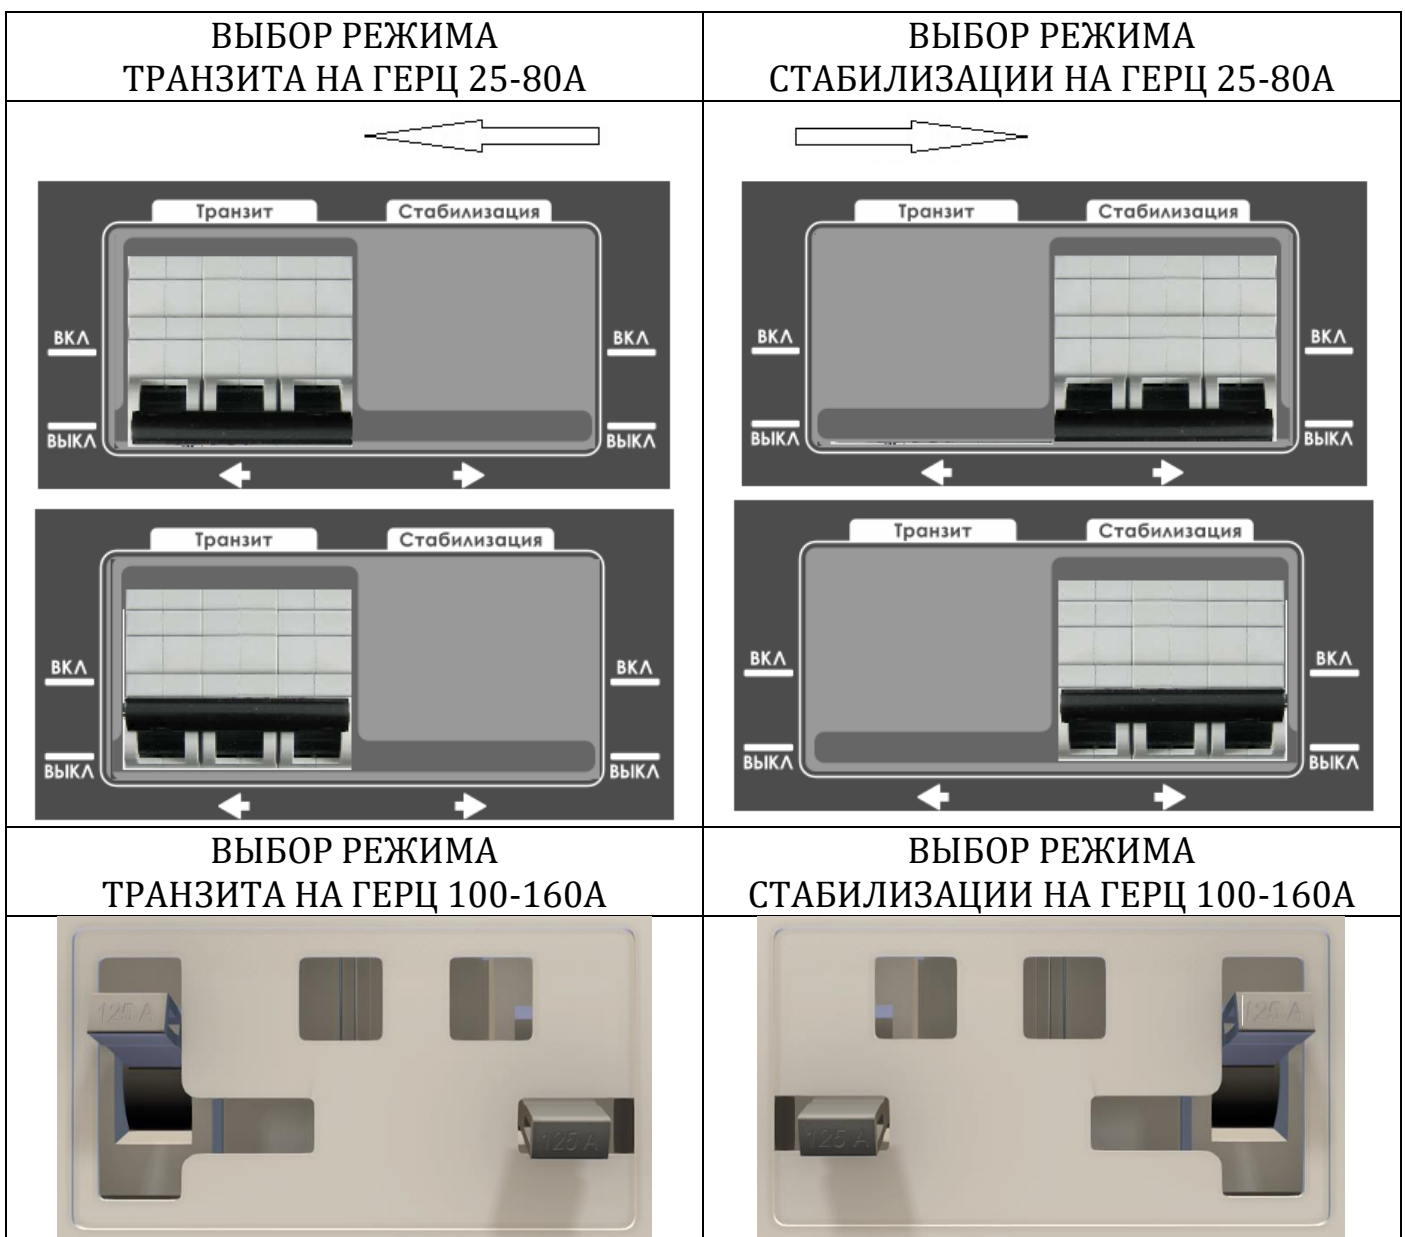

Рисунок 13. Порядок переключения между режимами работы стабилизатора
6. Для запуска стабилизатора в нужном режиме работы (**стабилизация или транзит**), следует на лицевой панели стабилизатора выбрать и включить соответствующий автоматический выключатель (рис. 13). Для недопущения одновременного включения двух автоматических выключателей предусмотрена специальная защитная шторка, которая позволяет включить только один. Выбор между режимами осуществляется передвижением шторки влево или вправо при выключенном положении автоматического выключателя (положение тумблера вниз):